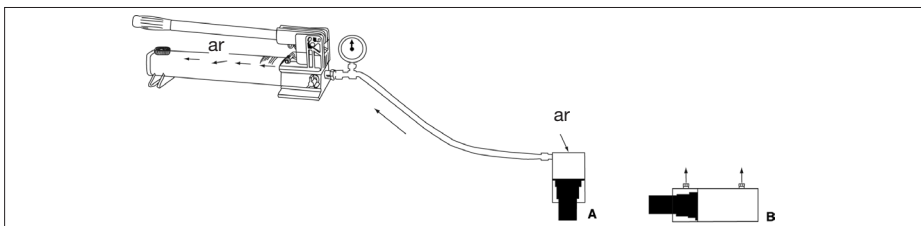

Figura 9
A remoção do ar do sistema hidráulico ajuda nas operações de avanço e retorno do cilindro (Consulte Figura 9).
3. Coloque o cilindro com a haste virada para baixo (virada para cima no caso de cilindro de atracção). Consulte Figura 9 abaixo.
3. Coloque o cilindro em posição horizontal com as saídas voltadas para cima. Consulte Figura 9.